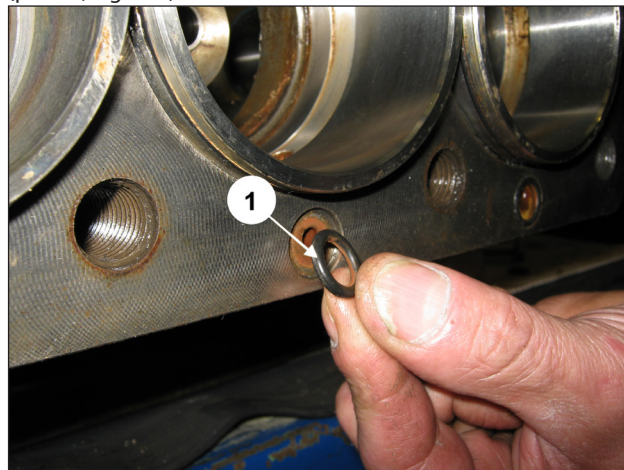

Fig. 118
Aplicar las 6 juntas tóricas frontales del cárter de la bomba (pos. ①, Fig. 118).